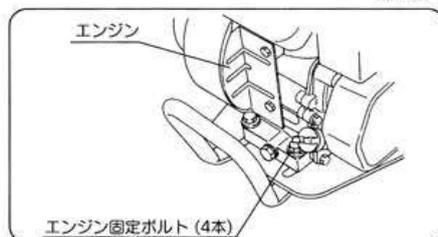

図37
- ③ 調整ボルトにおいて調整不可の際はエンジン固定ボルト(4本)を緩め、エンジンを前方に移動させてベルトの張り具合を調整します。(図37)